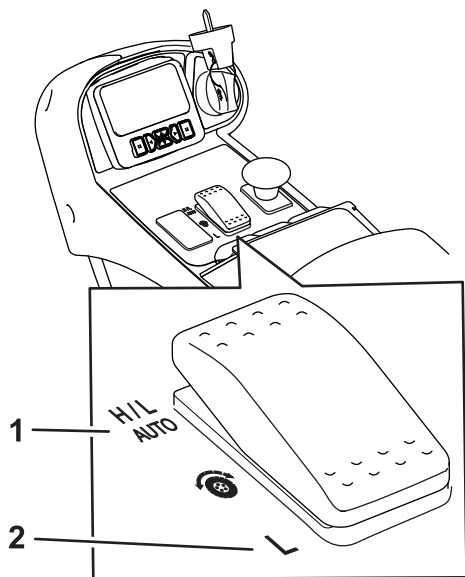

図 29
- このマシンは、通常の運転条件下では、速度レンジ設定を H/L AUTO にして使用することを前提にしております (図 29)。この設定で使用すると、移動走行しているか刈り込みをしているかをマシンが自動的に判別して高速レンジと低速レンジを自動的に使い分けます。
- Low 位置速度レンジスイッチ 図 29 の低速レンジ設定では、マシンは常に低速レンジで動作します。整備場内での移動、トレーラへの積み下ろし、急斜面の登り降りなど、大きな力が必要な場面でお使いたいと便利です。
このマシンには、低速走行レンジと高速走行レンジという2つの速度レンジがあります。切り替えスイッチにより、以下のモードを選択することができます (図 29)